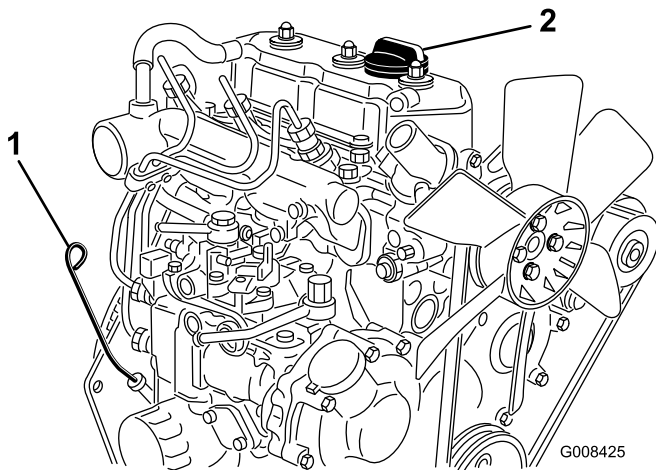

Bild 29
2. Nehmen Sie den Peilstab heraus und wischen Sie ihn mit einem sauberen Lappen ab (Bild 29). Stecken Sie den Peilstab in das Rohr und stellen Sie sicher, dass er vollständig eingeführt ist. Entfernen Sie den Peilstab und prüfen den Ölstand. Nehmen Sie bei einem niedrigen Ölstand den Fülldeckel von der Ventilabdeckung ab und gießen Sie **langsam** genug Öl in die Öffnung, bis der Ölstand die Vollmarke am Peilstab erreicht. Gießen Sie Öl langsam ein und